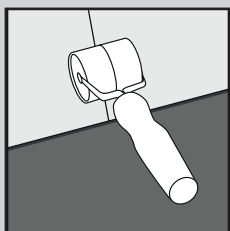

Fig. 4
5. Continúe instalando tablon/baldosas a lo largo de la sala hasta completar la fila ayudándose de un rodillo de mano (Fig. 4). Solo si fuera necesario, utilice una maza de goma y un recorte del producto para golpear con suavidad y que encaje. Puede utilizar una palanca para encajar el producto en los bordes del perímetro de la sala (Fig. 5).